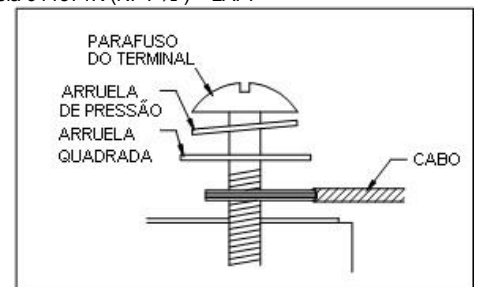

Figura 4 – Terminal de ligação (olhal ou garfo)
- Para interligação dos módulos, devem ser usados cabos de cobre singelos ou de dois condutores, com seções de 2,5mm², 4mm² ou 6mm² (#14AWG a 10AWG), com capa externa resistente à exposição ao tempo e à radiação solar ("SUNLIGHT RESISTANT"), e isolamento para temperatura mínima de 90°C. Estes cabos devem ser apropriados para aplicações onde a fiação elétrica fica diretamente exposta ao sol. O diâmetro externo do cabo deve ser de 6mm (mínimo) a 8mm (máximo) – ver Figura 4.